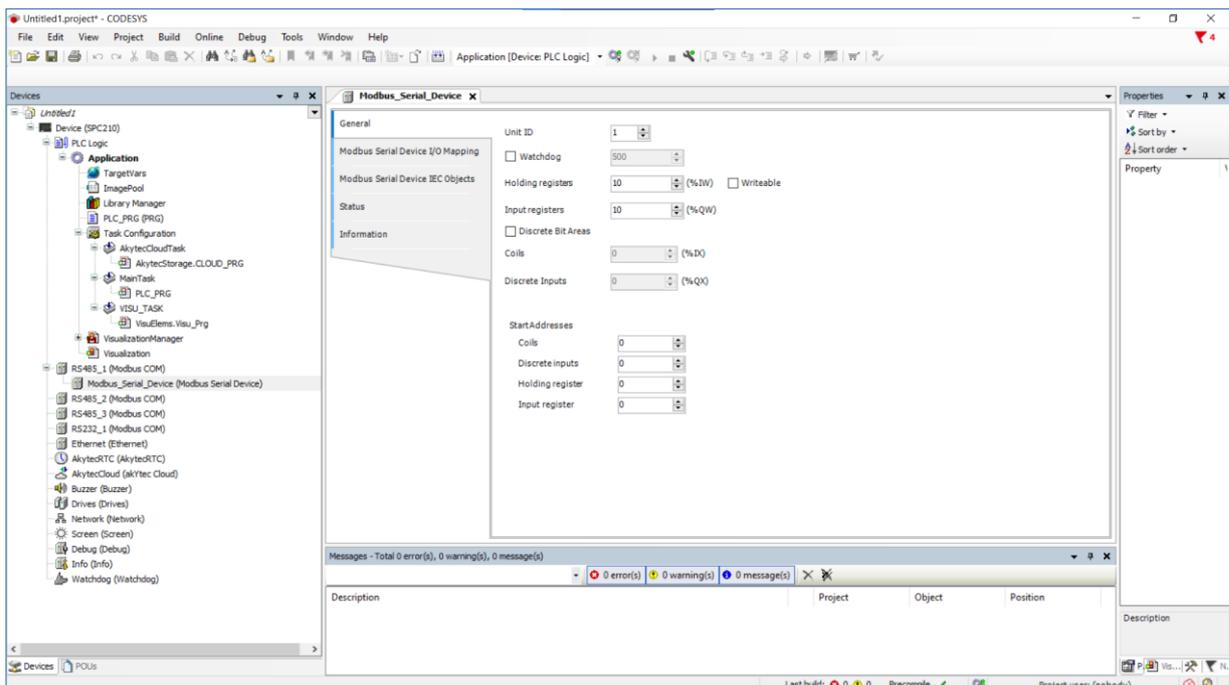

Abb. 15.7
1.7. Öffnen Sie die Registerkarte **Modbus Serial Device** und geben Sie die Slave-Adresse des Geräts an (Abb. 15.7).